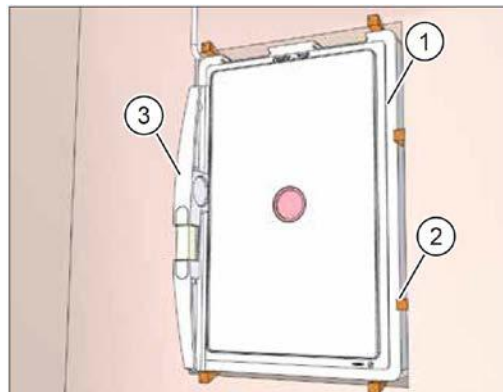

Рис. 16: зафиксировать монтажную коробку
- ▶ Закрепите монтажную коробку (поз. 1 на рис. 16) с внутренней и внешней стороны, используя клинья и/или воздушные подушки (поз. 2 на рис. 16) в стенном проеме.
- ▶ Используйте водный уровень (поз. 3 на рис. 16), чтобы выровнять монтажную коробку вертикально и вровень к стене.